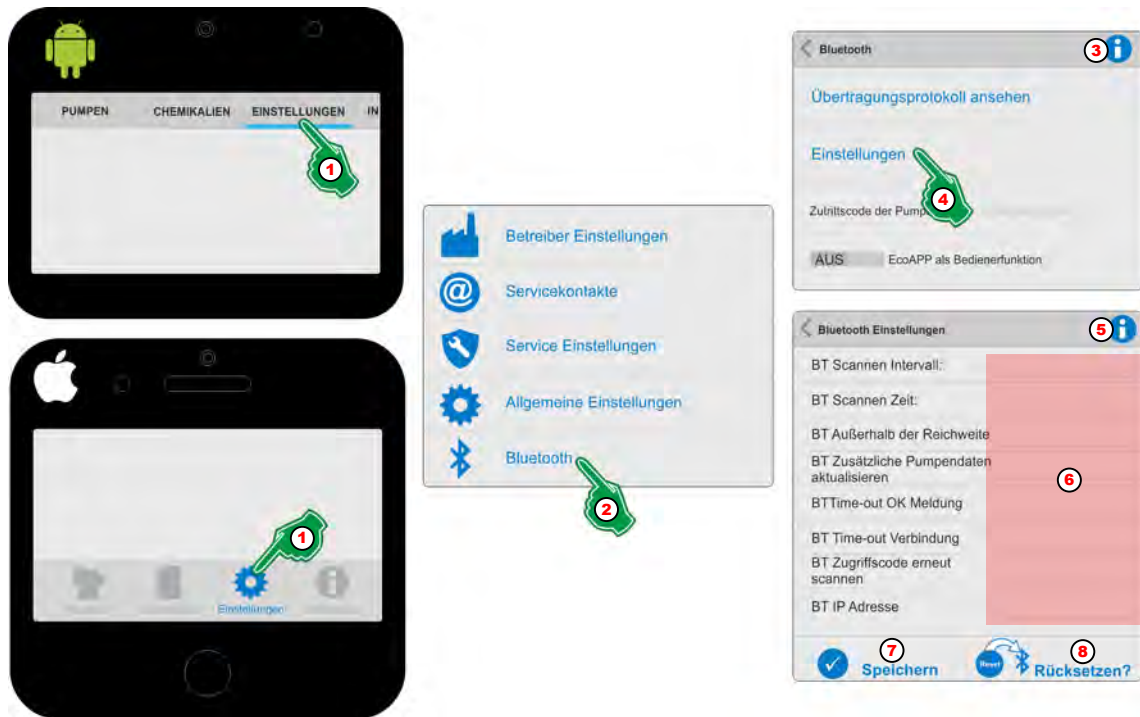

Abb. 57: Bluetooth Einstellungen
1. ➤ [Einstellungen] (Abb. 57, Pos. 1) auswählen.
2. ➤ [Bluetooth]  (Abb. 57, Pos. 2) auswählen.
3. ➤ Durch Auswahl des [Info]  Symbols (Abb. 57, Pos. 3) erscheint:
4. ➤ [Einstellungen] (Abb. 57, Pos. 4) auswählen.
5. ➤ Durch Auswahl des [Info]  Symbols (Abb. 57, Pos. 5) erscheint: